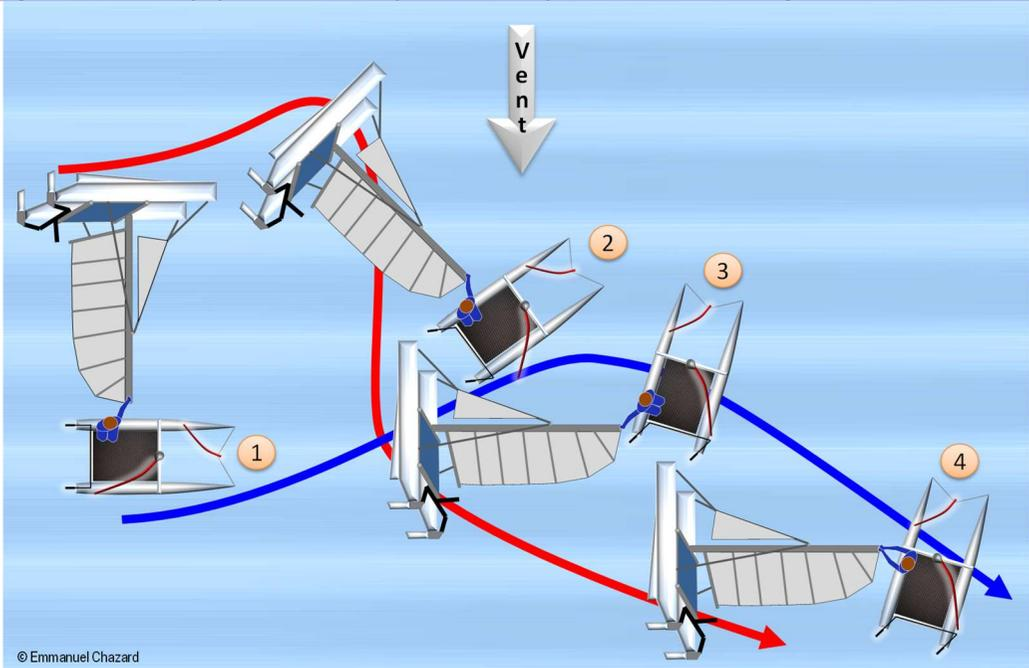

Figure 38. Exemple de prise de mât appropriée
Dans le cas typique de la Figure 38, le catamaran vient juste de dessaler, il est encore au travers. Le bateau secourant aborde le mât au travers par l'arrière (1) et, au cours de son lof final, fait tourner le bateau victime (2). Par la suite, le bateau victime présente une prise au vent importante et continue à reculer (3), tandis que le bateau secourant, qui est à la cape, oscille. L'ensemble continue à tourner. Le barreur du bateau secourant doit changer de bras. Une fois le bateau victime bien face au vent, il est temps de lever le mât : le barreur lâche la barre, avance sur son trampoline pour maintenir son propre catamaran à la cape, et lève le mât (4).